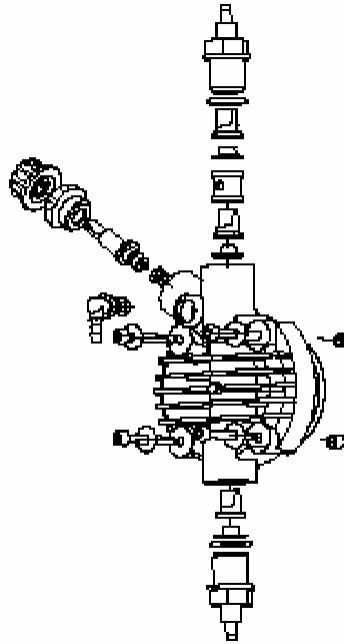

Рис. 10
- Концентрацію реагенту в трубопроводі: зниження концентрації може бути викликано зносом клапанів, в разі чого їх необхідно замінити (рис. 10) або засміченням фільтра, який необхідно промити, як описано нижче в п. 3